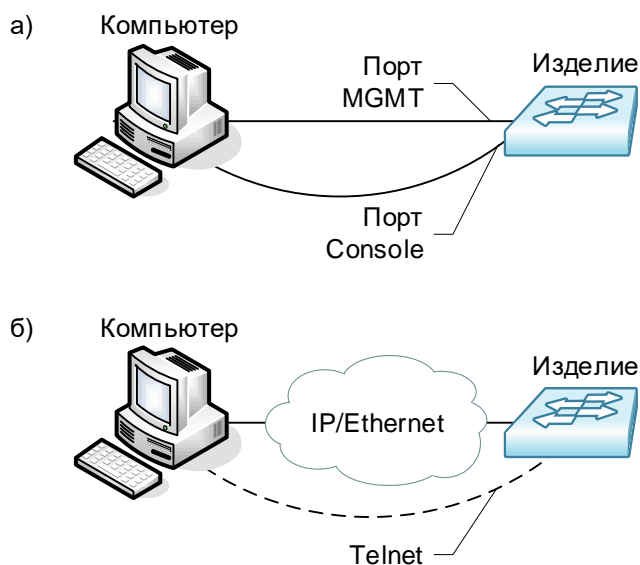

Рис. 6 - Примеры подключения изделия для сохранения и загрузки конфигурации или обновления программного обеспечения
2. Подключите один из портов изделия к сети. Примеры подключения показаны на Рис. 6.
2. Подключите один из портов устройства к сети. Примеры подключения показаны на Рис. 6.